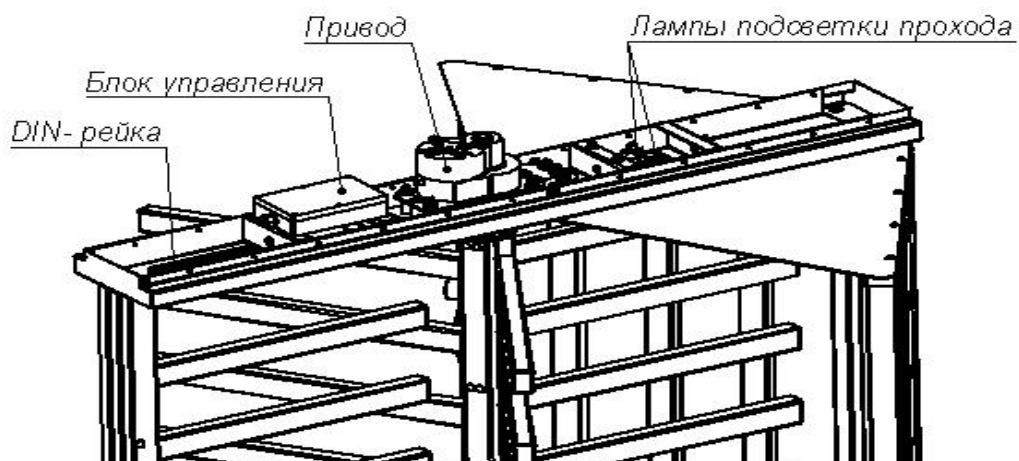

Рисунок 3 – Вид балки привода (13) без кожуха (14)
5.2.10 Блок управления выполнен в виде отдельного устройства в закрытом корпусе и осуществляет управление турникетом в соответствии с поступающими управляющими сигналами. Для удобства подключений все соединения блока управления выведены на DIN-рейку, также расположенную внутри балки привода (см. рисунок 3). Подводка всех кабелей к DIN-рейке осуществляется через нижнее отверстие в преграждающей стойке (3) со стороны фланца (4), далее вверх по стойке в балку привода (рисунки 1 и 3).